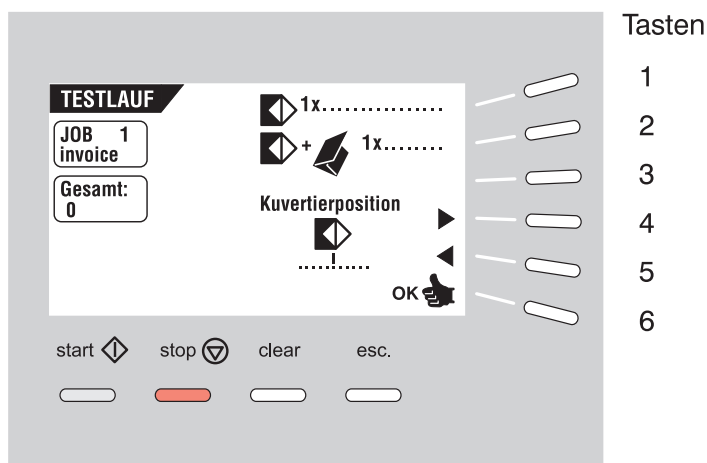

Abb. 23
Bei Betätigung der Taste 3 im HAUPTMENUE (1) wird das Menü TESTLAUF (Abb. 23) mit folgenden Funktionen aufgerufen:
- Speichern der Einstellungen mit OK (Taste 6). Die FPi 3030 kehrt in das HAUPTMENUE (1) zurück.